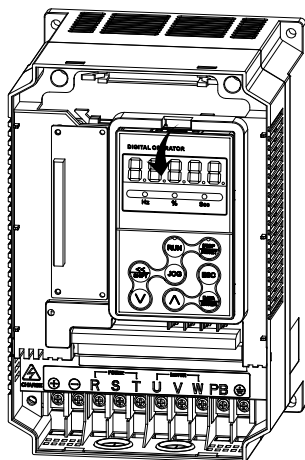

图 2-4 键盘拆卸图示
- 键盘的拆卸：将手指放在键盘上方的手指插入槽，略微用力向下按压，再轻轻往外拉即可拆下键盘；如图 2-4 所示。